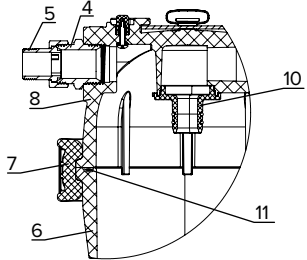

Рис. 2. Разрез по месту соединения коллектора и стакана
- Отсоедините быстроразъемные соединения (3), отвернув накидные гайки.
- Снимите водоочиститель с кронштейна (1), слейте из него излишки воды (около 2 литров); поставьте водоочиститель в подходящую емкость и, открутив гайку-барашек (9), снимите крепежный хомут (7) с корпуса.
- Снимите коллектор (8) и отсоедините фильтрующий модуль, стянув его с центрального штуцера (10) (рис. 2).
- При замене модуля промойте водой внутренние поверхности коллектора (8), стакана (6) и резиновое кольцо (11) (рис. 2).